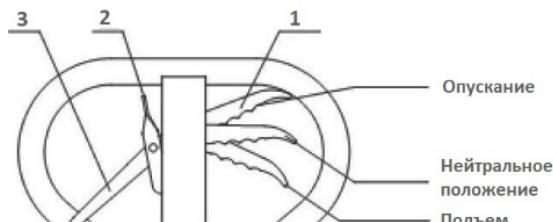

Рис.5
5.1. Коли процес складання гідравлічної рокли буде завершено, потрібно перевірити її працездатність. Для цього потрібно прокачати гідравлічний насос, за допомогою рукоятки, і управляти різними положеннями ручки 1 для того, щоб вивчити режими роботи - підйом, нейтральну позицію і опускання, а також перевірити нормальну функціонування ручки і рукоятки (дивіться рис. 5).
6.3. Подивіться на рис. 5, коли ручка 1 знаходиться в положенні підйому, то візок буде в готовності до підйому. У той же час, якщо Ви будете качати рукоятку, вила візка будуть підніматися.
6.4. Переміщати візок в горизонтальній площині можна, коли ручка 1 знаходиться в нейтральному положенні (див. Рис. 5). При цьому вила НЕ будуть переміщатися в вертикальному напрямку (вгору / вниз),
якщо ви будете качати рукоятку. Для того, щоб вила автоматично почали опускатися, ручку потрібно натиснути і перевести у відповідне положення (див. Рис. 5).
6.5. Подивіться на рис. 5, щоб перевести візок ручний в стан вільного ходу, потрібно ручку 3 переключити в нижнє положення.
6.6. Подивіться на рис. 5, коли ручка 3 розташована вгорі, візок буде в стані гальмування.
6.7. Подивіться на рис. 5, ручка 2 використовується для зняття гальм.